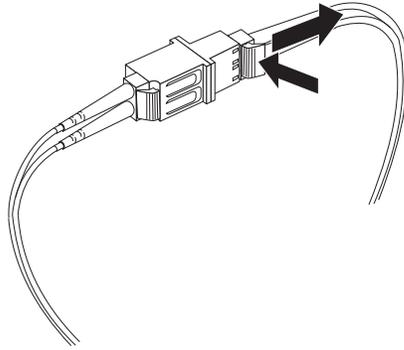

図 36. LC-SC ファイバー・チャンネル・ケーブル・アダプターからの LC-LC ファイバー・チャンネル・ケーブルの取り外し
2. コネクタを慎重に引っ張って取り外します。55 ページの図 36 に示されているように、LC-SC ケーブル・アダプターから LC-LC ケーブルを取り外すときは、ケーブルではなくコネクタをつかむようにしてください。